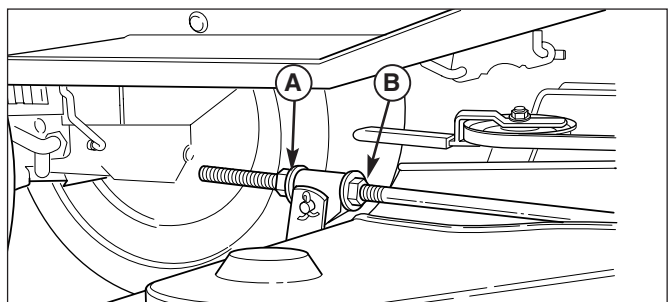

Figure 60. Mise à niveau longitudinale de la tondeuse
8. Pour relever l'avant de la tondeuse, desserrer l'écrou avant (B) et serrer l'écrou arrière (A, figure 60) contre le support. Pour abaisser l'avant de la tondeuse, desserrer l'écrou arrière (A) afin de déplacer le support vers l'arrière pour allonger la tige.
9. Vérifier à nouveau la mesure avant de serrer l'écrou avant (B) contre le support.